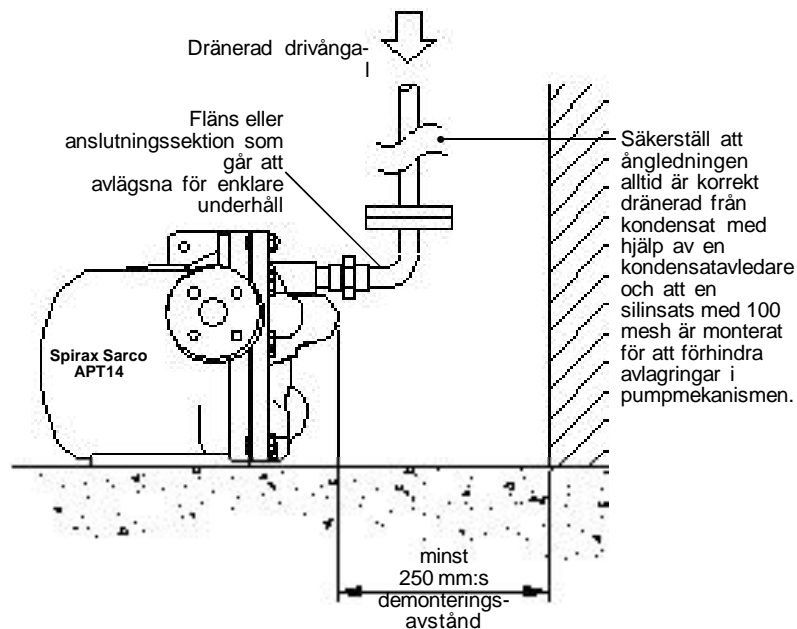

Fig. 10 Rekommenderad anslutning för driftstillförseln och utblåsningsledningarna.
### 3.3 Anslutningar (se installationsdiagrammet Fig. 10 på nästa sida)
**4.1** Säkerställ först att inlopps- och utloppsrör- och drivånga/utblåsningsanslutningarna har anslutits enligt fig. 10/11 och öppna sen drivångaanslutningen långsamt på inloppssidan för att tillföra tryck till APT14. Säkerställ att utblåsnings/balansledningen är öppen.